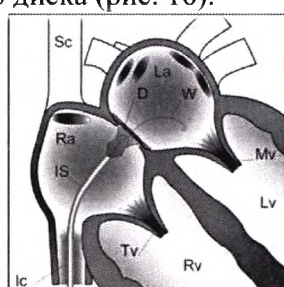

Рис. 17
- Осторожно потяните систему в сборе, включая имплантационный интродьюсер (IS), чтобы она прилегла к перегородке (рис. 17). Повторно проверьте положение и соответствие размера диска. После подгонки раскрытого диска к перегородке выполните конфигурирование диска для правого предсердия, не снижая натяжения системы в сборе. Метод конфигурирования следующий: диск для правого предсердия раскрывают, оттягивая назад имплантационный интродьюсер (IS) и продвигая катетер толкателя (PC) вперед (рис. 18). Проверьте окончательную конфигурацию с помощью ангиографии, подав контрастное вещество через имплантационный интродьюсер (IS). Затем промойте имплантационный интродьюсер (IS) гепаринизированным физиологическим раствором (1 МЕ/1 мл).